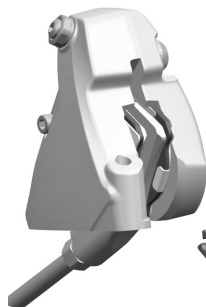
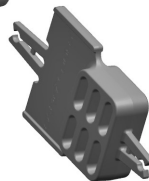

図14
図15
- ・ホイールを自転車から外す場合は、ブレーキ・レバーが誤って動作すると、ディスクを差し込むことができなくなるため、両側のブレーキ・パッドが接触しないように、輸送用ツール（図14 / 図15）を装着します。両側のブレーキ・パッドが接触してしまった場合は、資格のあるメカニックやカンパニョーロ プロ・ショップに連絡し、調整を依頼してください。